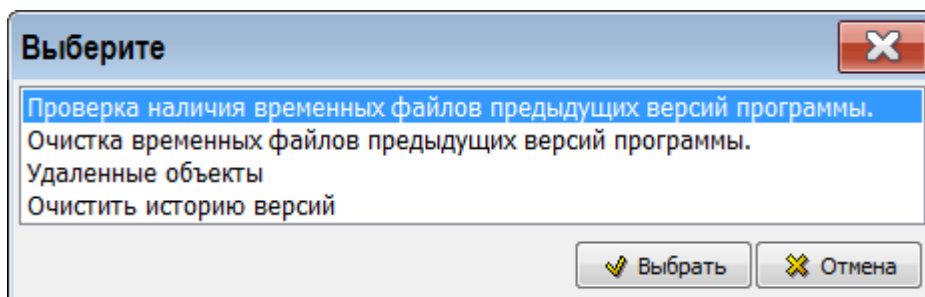

Рисунок 90
3) В окне **Выберите** выделите пункт «Проверка наличия временных файлов предыдущих версий программы» (рисунок 90).